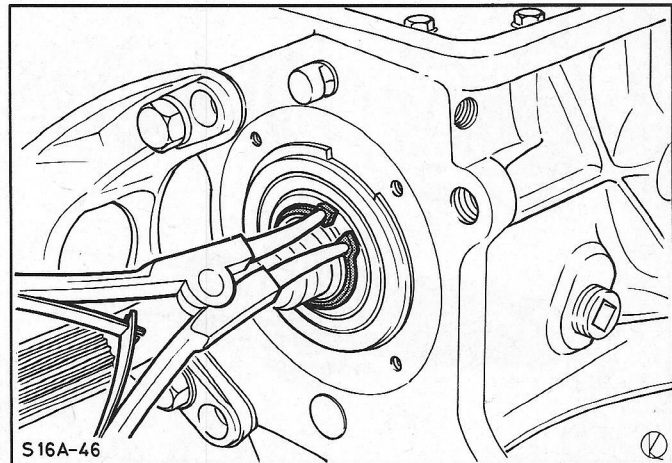

Fig. 5 Borgring van kogellager op prise-as verwijderen.
4. Verwijder de borgring van het kogellager van de prise-as en trek het kogellager met een normaal in de handel verkrijgbare trekker over de buitenste borgring van de as, fig. 5. Verwijder hierna de buitenste borgring.